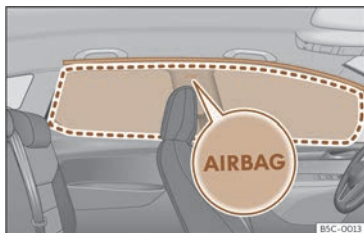

Fig. 32 Emplacement des airbags rideaux.
Les airbags rideaux se trouvent des deux côtés de l'habitacle, au-dessus des portières >>> **fig. 32**, repérés par les monogrammes « AIRBAG ».
Lorsqu'il se déclenche, l'airbag rideau occupe la zone marquée (zone de déploiement) >>> **fig. 32**. C'est pourquoi il ne faut jamais déposer ou fixer des objets dans cette zone >>> ⚠.
- Assurez-vous que les enfants voyagent correctement assis dans leur siège et ne placent pas leur tête dans la zone de déploiement des airbags rideaux >>> **fig. 32**, car ceux-ci pourraient les heurter et provoquer des blessures graves en cas de déclenchement.